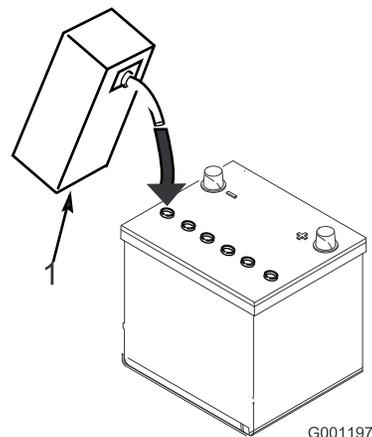

図7
3. 各セルの電極板が液面下 6mm程度に水没するまで、電解液を慎重に入れる(図7)。
- 電極板が液を吸収するまで2030分間程度待つ。必要に応じて、電極板が6mm程度水没するぐらいに電解液を補充する図7。